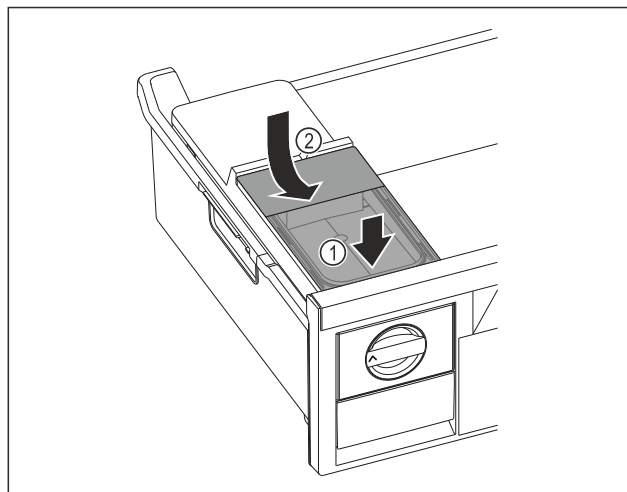

Fig. 77
- Placera vattenbehållaren fram till. Fig. 77 (1)
- Sänk ned vattenbehållarens baksida. Fig. 77 (2)